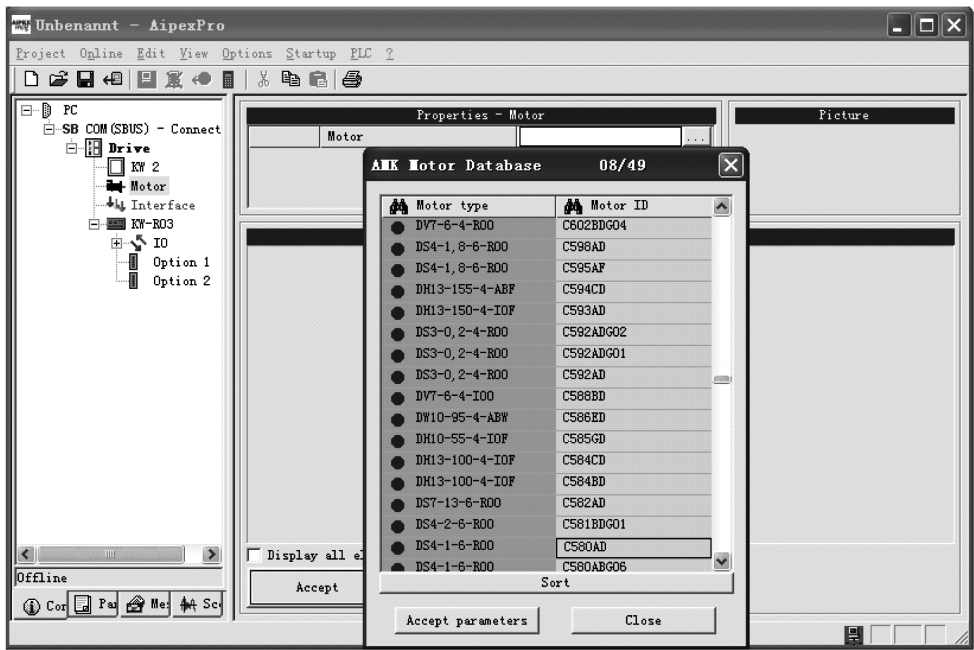

图 4-7 电动机型号确认
4) 搜索到对应型号的电动机后, 点击 **Accept parameters**, 如图 4-7 所示。